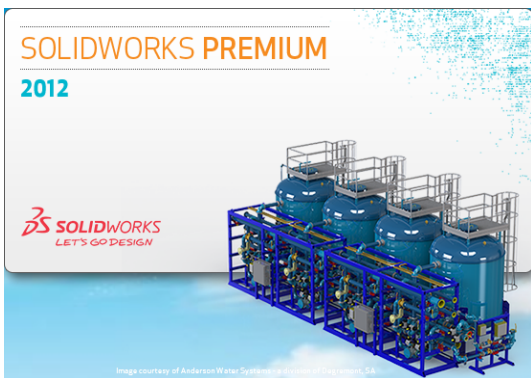

图 1-10 显示启动界面
(2) 执行操作后，弹出 SolidWorks 2012 启动界面，如图 1-10 所示。